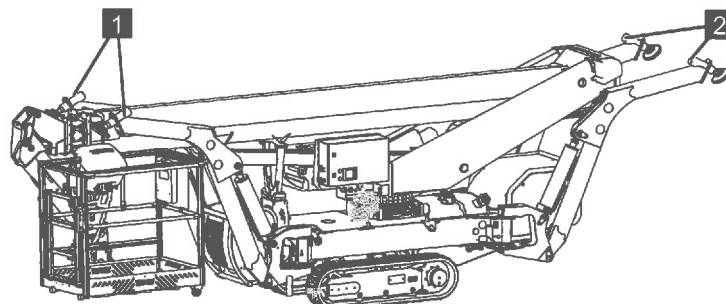

Abb. 148
- Abstützung eins und vier (Abb.148/1) befinden sich in Transportstellung 1.
- Abstützung zwei und drei (Abb.148/1) befinden sich in Transportstellung 2.